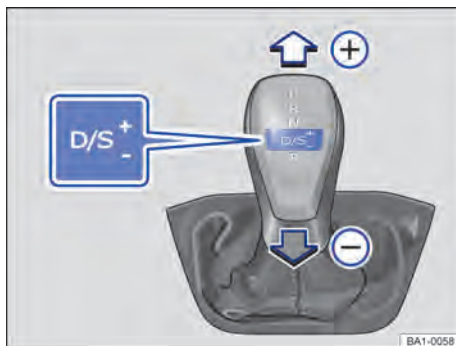

Fig. 88 Alavanca seletora na posição Tiptronic. ▶
- Mover a alavanca seletora para frente (+) ou para trás (-), para aumentar ou diminuir a marcha → Fig. 88.